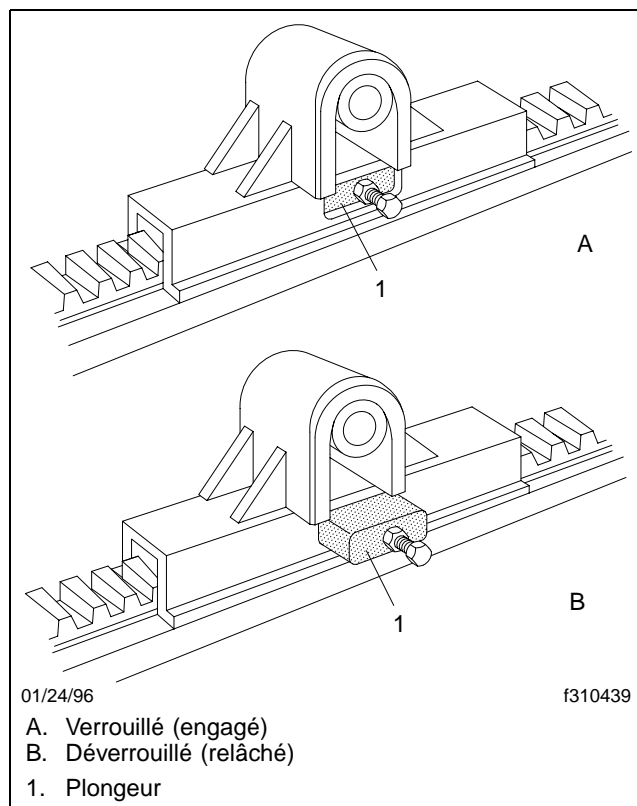

Fig. 10.7, Positions du plongeur
- 2.2 Pour les modèles à dégagement manuel, tirez le levier de déblocage (**figure 10.3**) à l'aide d'un crochet de dégagement ou autre outil approprié. Assurez-vous que les deux plongeurs du mécanisme coulissant ont été relâchés (**figure 10.7**). Si tel n'est pas le cas (les plongeurs ne ressortent pas), abaissez la béquille de la semi-remorque pour réduire la pression sur les plongeurs.
- 8.1 Pour les modèles à commande pneumatique, placez l'interrupteur de commande depuis la cabine en position LOCK (verrouillage). Vérifiez visuellement les plongeurs du mécanisme coulissant pour vous assurer qu'ils sont bien verrouillés. Voir la **figure 10.7**.
- 8.2 Pour les modèles à dégagement manuel, relâchez le levier de déblocage (**figure 10.3**) à l'aide d'un crochet de dégagement ou autre outil approprié. Assurez-vous que les deux plongeurs se sont verrouillés (retirés dans leurs pochettes) et sont complètement engagés dans les dents de la crémaillère. Voir la **figure 10.7**. Il serait peut-être nécessaire de déplacer légèrement le tracteur tout en gardant les freins de la semi-remorque verrouillés.